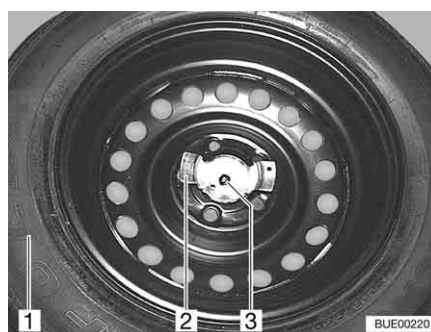

Bild 229 Reservhjulsupphängning
- Skruva loss de två muttrarna (Bild 229,2 och 3).
- Tag ut reservhjulet (Bild 229,1) ur reservhjulshållaren.